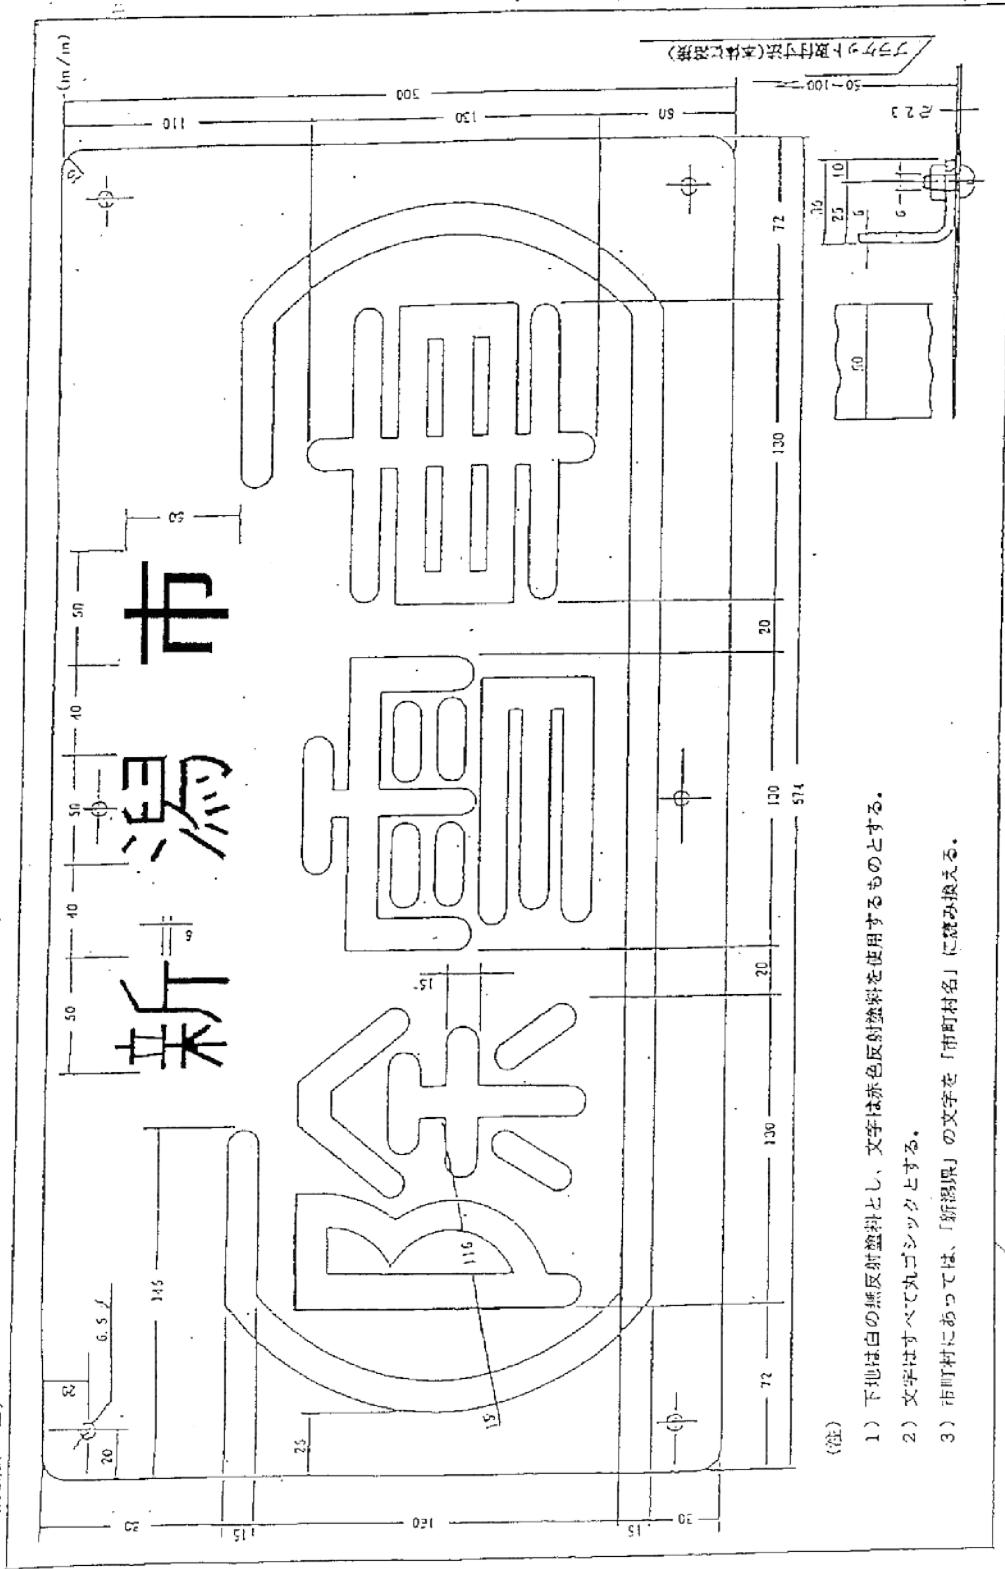

図 5 除雪車後部標識板製作及び取付寸法図
3. 車体の後部に取り付ける標識板は「図5-除雪車後部標識板製作及び取付寸法図」をもって、取付けるものとする。